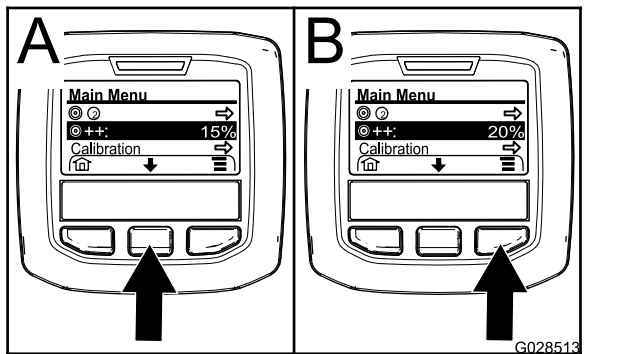

Figura 67
- Se necessário, carregue no botão de seleção central para realçar o aumento da taxa de aplicação (Figura 67).
**Nota:** O ícone do aumento da taxa de aplicação parece dois sinais (+) à direita de um alvo (Figura 67).
- Carregue no botão de seleção direito (Figura 67) para aumentar a percentagem de aumento em incrementos de 5% (máximo 20%).